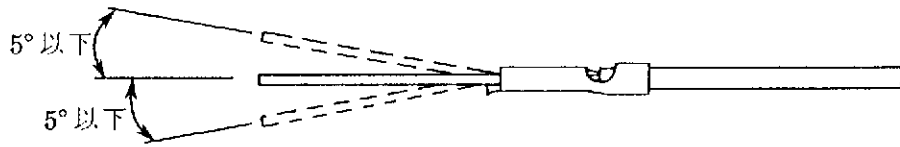

Fig. 3
A. 被覆なしの単線は圧着後、Fig. 3に示す限界をこえて、コンタクト軸から上下方向に曲っていないこと。